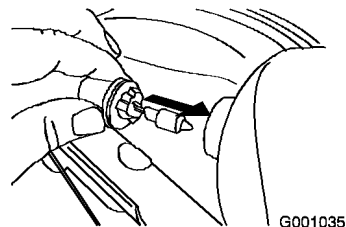

Figure 60
4. Introduisez une ampoule neuve dans le phare par l'arrière (Figure 60).